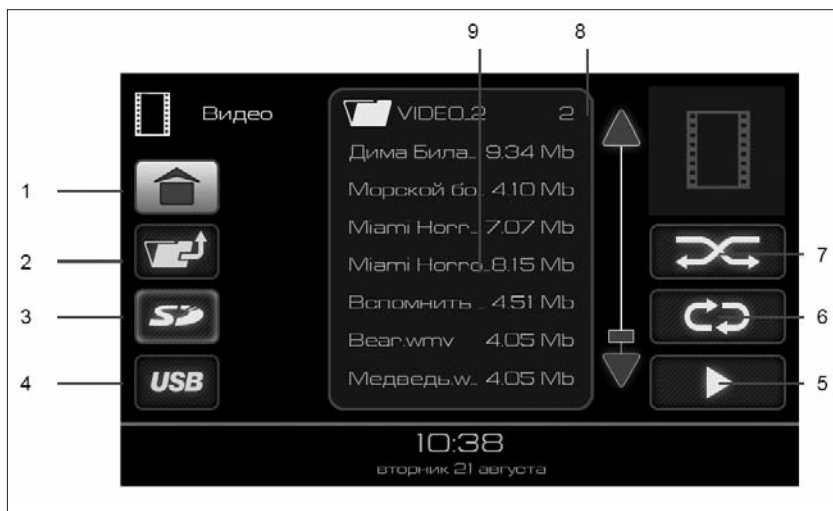
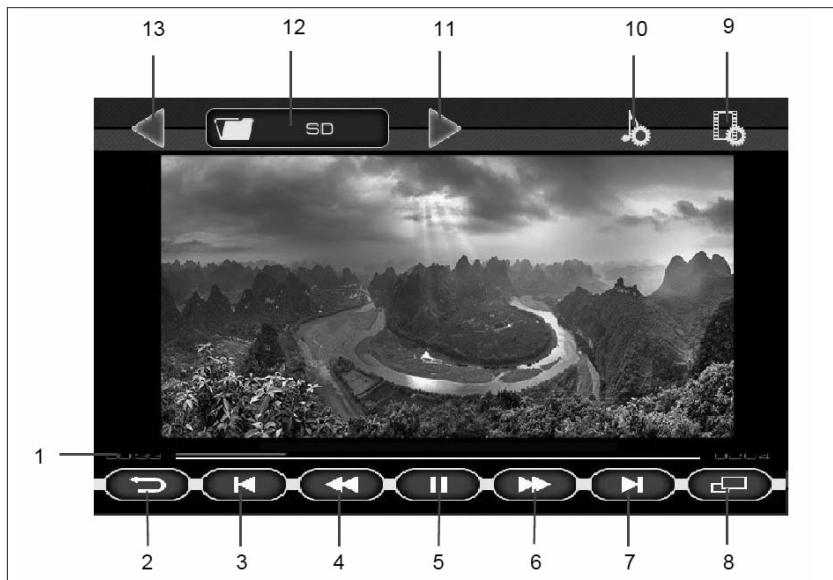

Рис. 6. Окно режима «ВИДЕО»
Рис. 7. Окно проигрывания видеофайлов
Доступные для воспроизведения видеофайлы и папки отображаются в списке (9), рис. 7. Двойное нажатие на изображение папки  отобразит список видеофайлов в этой папке. Для выхода из папки нужно нажать кнопку 2 (рис. 6).
режима повторного воспроизведения выбранного файла (кнопка 6, рис. 6);
– либо нажатие на кнопку воспроизведения файлов (кнопка 6, рис. 6) позволяет воспроизвести все видеофайлы, находящиеся в списке (9) на рис. 6;
– либо выбор папки одиночным нажатием на изображение папки  в списке (9) рис. 6, а затем нажатие кнопки воспроизведения файлов (кнопка 5, рис. 6) позволяет воспроизвести все видеофайлы, находящиеся в выбранной папке и ее подпапках.
Для включения полноэкранного режима воспроизведения нажать кнопку **8** (рис. 7) или на изображении.
Если при воспроизведении видеофайла нажать на кнопку **II (5)** (рис. 7), а затем нажать на кнопку возврата (кнопка **2**, рис. 7), то произойдет переход в главное меню и в кнопке **«Видео»** (рис. 2) появится индикатор паузы. Этот режим позволяет вернуться к воспроизведению видеофайла с того места, где была поставлена пауза.